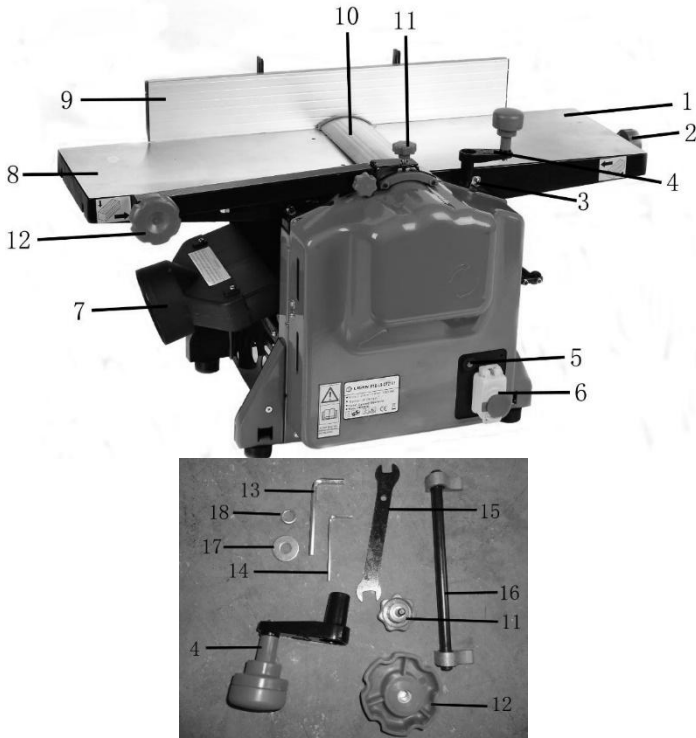

Fig. 1
Встановіть дві ручки «А», рис. 1, в сторону двох отворів «В» на нересувні робочому столі (8), рис. 4-2.